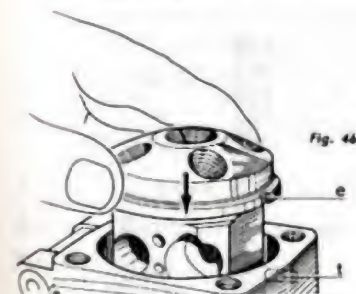

Fig. 46.
- Introduire la tête hydraulique dans le carter en respectant l'alignement de l'encoche (e) et de l'ergot de positionnement (t) (fig. 46).